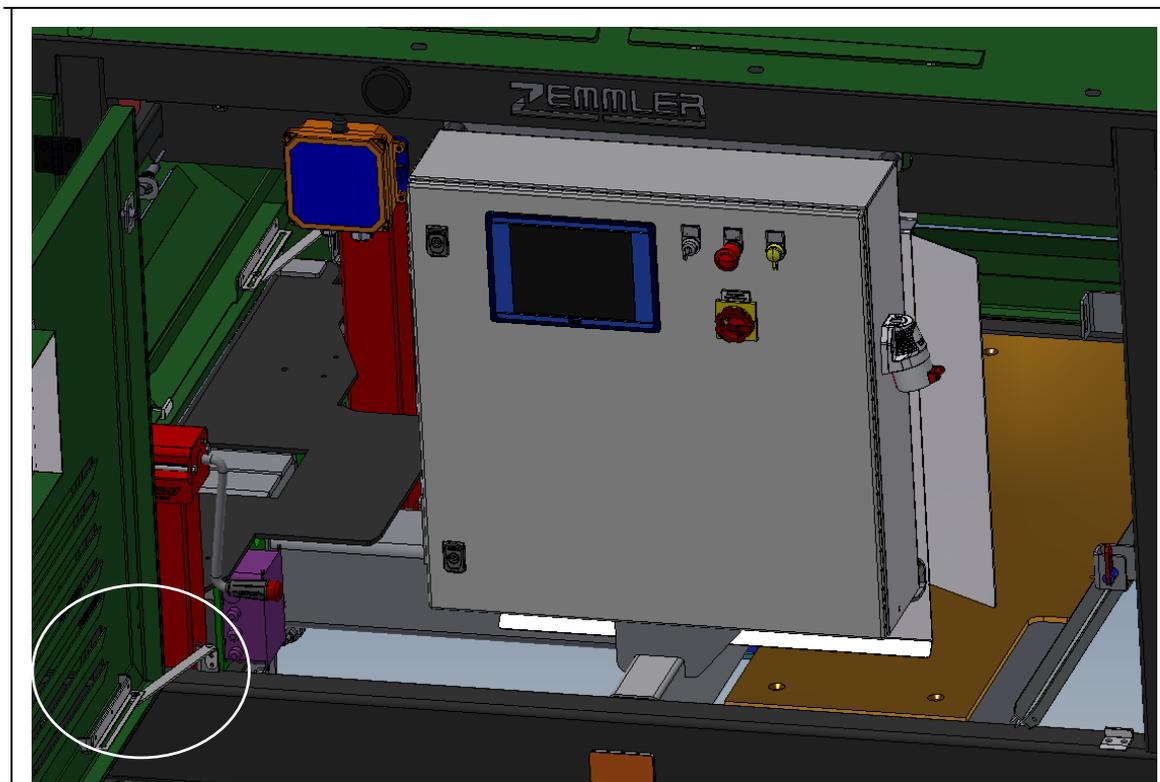

Fig. 8-5 Porta di comando aperta
1. Aprire completamente la porta di comando fino a quando il fermo della porta si innesta (cfr, la fig. 8-5).